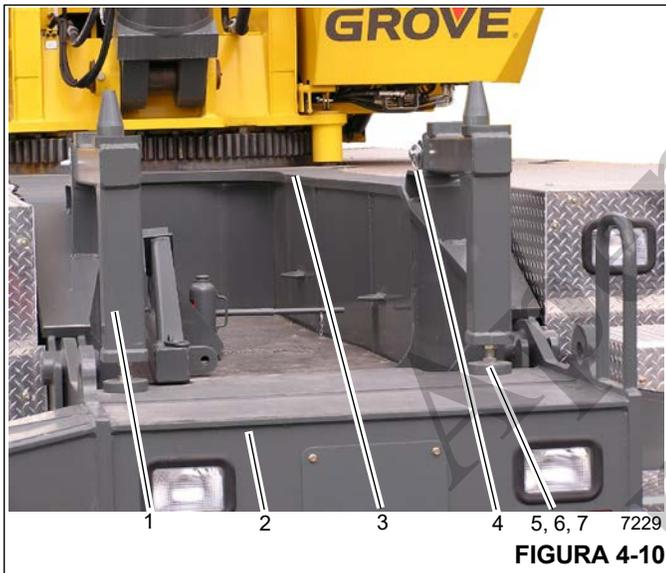
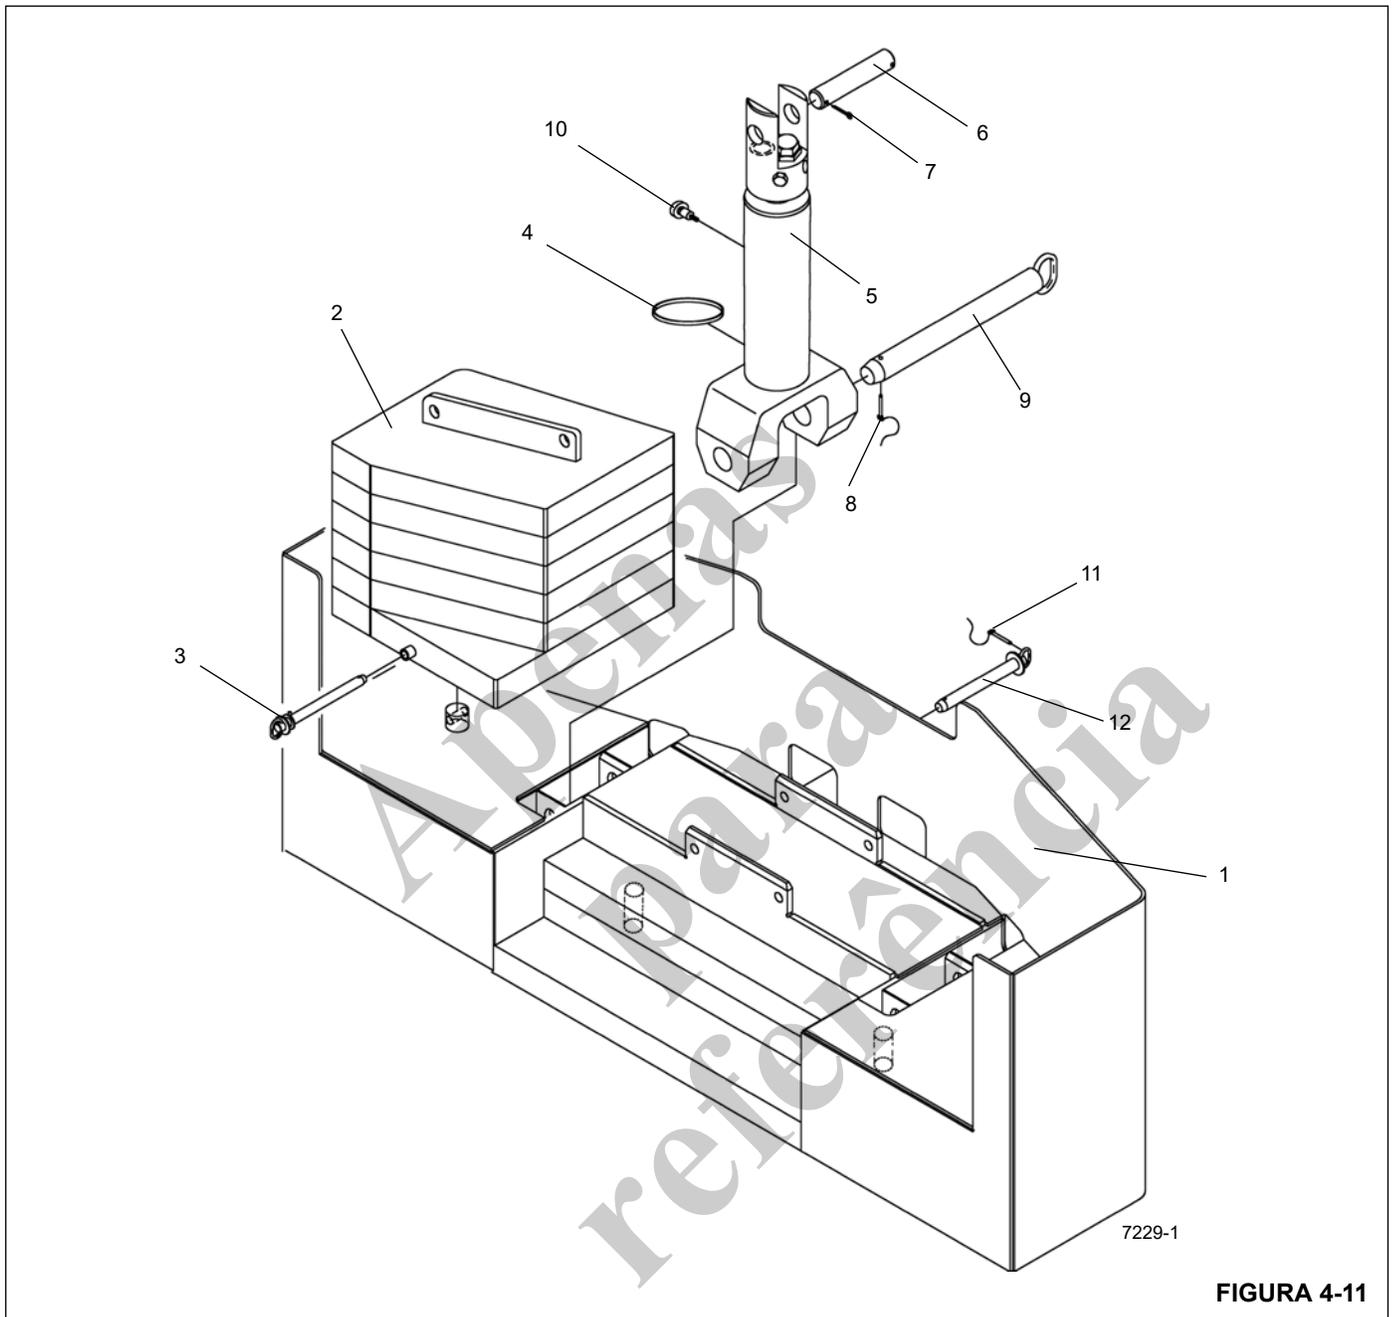

FIGURA 4-10
FIGURA 4-11
1. Utilizando um dispositivo de elevação adequado, instale os suportes do contrapeso (1) (Figura 4-10) na dianteira da estrutura do transportador (3) e prenda com pinos de engate (4).
O ajuste dos apoios do suporte do contrapeso (1) (Figura 4-10) é proibido quando o contrapeso (1) (Figura 4-11) estiver apoiado sobre eles.
3. Ajuste as placas de apoio (5) com os parafusos de ajuste (6) para dentro ou para fora do suporte do contrapeso até que as patolas do contrapeso na parte superior do suporte do contrapeso estejam niveladas. Não ultrapasse 5,72 cm (2.25 pol.).
4. Aperte as contraporcas (7) contra o suporte do contrapeso.
- Ao instalar o contrapeso (1) (Figura 4-11), verifique se os dois pinos de montagem hidráulica da estrutura do guincho auxiliar (7) (Figura 4-12) estejam totalmente estendidos e que os pinos retentores estejam no lugar antes que o contrapeso seja elevado.
- Antes de desprender a estrutura do guincho auxiliar (7), todos os contrapesos devem estar totalmente abaixados e firmemente apoiados. Antes de abaixar, certifique-se de que a estrutura do guincho auxiliar (7) esteja adequadamente apoiada pelos cilindros de remoção do contrapeso (5) (Figura 4-11) e que os dois pinos hidráulicos de montagem estejam completamente retraídos.
6. Não desconecte, neste momento, as linhas dos cilindros de remoção do contrapeso (5) (Figura 4-11).
NOTA: Pode ser necessário retrain os cilindros de remoção do contrapeso (5) (Figura 4-11) para aliviar o peso do contrapeso nos pinos da estrutura do guincho auxiliar (12) (Figura 4-11).
7. Remova os pinos de engate (11) (Figura 4-11) e os pinos do contrapeso à estrutura do guincho (12) (Figura 4-11). Eles são acessados através dos furos localizados atrás do contrapeso (1) (Figura 4-11).
8. Usando as alavancas de remoção do contrapeso (6) (Figura 4-12), estenda os cilindros de remoção do contrapeso (5) (Figura 4-11) e abaixe cuidadosamente o contrapeso (1) (Figura 4-11) nos apoios do contrapeso.
11. Retraia os cilindros de remoção do contrapeso (5) (Figura 4-11) e abaixe cuidadosamente a estrutura do guincho auxiliar (7) (Figura 4-12) no contrapeso.
13. Prenda o contrapeso (1) (Figura 4-11) na estrutura do guincho auxiliar (7) (Figura 4-12) com os pinos de montagem do contrapeso à estrutura do guincho (12) (Figura 4-11) e pinos de engate (11) (Figura 4-11).
Não tente separar a estrutura do guincho auxiliar (7) (Figura 4-12) do contrapeso (1) (Figura 4-11) enquanto estiver sobre o suporte do contrapeso (1) (Figura 4-10). A estrutura do guincho auxiliar (7) (Figura 4-12) pode atingir o contrapeso (1) (Figura 4-11) e derrubá-lo do suporte.
Na opção de contrapeso pesado removível (2) (Figura 4-11), não utilize olhais de elevação no contrapeso pesado para levantar todo o contrapeso pesado e a estrutura do guincho auxiliar. Os olhais de elevação do contrapeso pesado são projetados para levantar apenas o contrapeso pesado removível.
15. Prenda com lingas um dispositivo de elevação adequado à estrutura do guincho auxiliar (7) (Figura 4-12). Use o guindaste para transferir com cuidado a estrutura do guincho auxiliar (7) (Figura 4-12) e o contrapeso (1) (Figura 4-11) para o solo ou veículo adequado de transporte.
NOTA: A etapa 16 aplica-se ao contrapeso pesado removível (2) (Figura 4-11).
16. Diminua, se desejável o peso no contrapeso retirando os dois conjuntos soldados do contrapeso pesado (2) (Figura 4-11). Para retirar os conjuntos soldados, prenda um dispositivo de elevação adequado com linguas presas aos olhais de elevação. Libere os conjuntos soldados do contrapeso removendo os pinos. Usando o dispositivo de elevação, retire os conjuntos soldados.
3. Monte o contrapeso padrão removível (1) (Figura 4-11) e a estrutura do guincho auxiliar (7) (Figura 4-12) no solo ou sobre um veículo de transporte adequado.
Monte o contrapeso pesado removível (2) (Figura 4-11) e a estrutura do guincho auxiliar (7) (Figura 4-12) no solo ou sobre um veículo de transporte adequado.
O conjunto do contrapeso pesado removível (2) (Figura 4-11) deve ser instalado com dois contrapesos pesados. Usar somente um contrapeso pesado pode fazer com que o guindaste fique instável.
NOTA: A etapa a seguir aplica-se ao contrapeso pesado removível (2) (Figura 4-11).
4. Prenda um dispositivo de elevação adequado com linguas aos olhais de elevação de cada conjunto soldado do contrapeso pesado. Com o dispositivo de elevação, instale cuidadosamente os dois conjuntos soldados do contrapeso pesado (2) (Figura 4-11) no lugar na estrutura do guincho auxiliar do contrapeso (7) (Figura 4-12). Fixe os conjuntos soldados do contrapeso no lugar com os pinos.
5. Usando um dispositivo adequado de elevação com linguas presas à estrutura do guincho auxiliar (7) (Figura 4-12), posicione cuidadosamente a estrutura do guincho auxiliar (7) (Figura 4-12) no contrapeso (1) (Figura 4-11).
6. Prenda o contrapeso (1) (Figura 4-11) aos cilindros de remoção do contrapeso (5) (Figura 4-11) com os pinos
de montagem do cilindro ao contrapeso (9) (Figura 4-11) e pinos de engate (8) (Figura 4-11). Prenda o contrapeso (1) (Figura 4-11) na estrutura do guincho auxiliar (7) (Figura 4-12) com os pinos de montagem do contrapeso à estrutura do guincho (12) (Figura 4-11) e pinos de engate (11) (Figura 4-11).
7. Instale os suportes do contrapeso (1) (Figura 4-10) na dianteira do transportador. Consulte *Instalação do suporte do contrapeso*, página 4-12.
11. Remova os pinos de engate (8) (Figura 4-11) e os pinos de montagem do contrapeso à estrutura do guincho (9) (Figura 4-11) para liberar a estrutura do guincho auxiliar (7) (Figura 4-11) do contrapeso (1) (Figura 4-11).
12. Usando as alavancas do contrapeso (6) (Figura 4-12), estenda totalmente os cilindros de remoção do contrapeso (5) (Figura 4-11) e levante cuidadosamente a estrutura do guincho auxiliar (7) (Figura 4-12) para encaixarem nas placas da mesa giratória.
15. Retraia os cilindros de remoção do contrapeso (5) (Figura 4-11) e levante cuidadosamente o contrapeso (1) (Figura 4-11) até sua posição de instalação (operacional).
16. Prenda o contrapeso (1) (Figura 4-11) na estrutura do guincho auxiliar (7) (Figura 4-12) com os pinos de montagem do contrapeso à estrutura do guincho (12) (Figura 4-11).